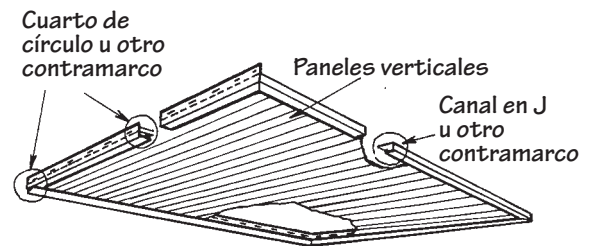

Figura 73.
1. Comience instalando los canales receptores en los cuatro lados del porche (Figura 73). Si se usan receptores en F, clávelos en paredes existentes. Si se usan canales en J, se tendrá que instalar una base de clavado.